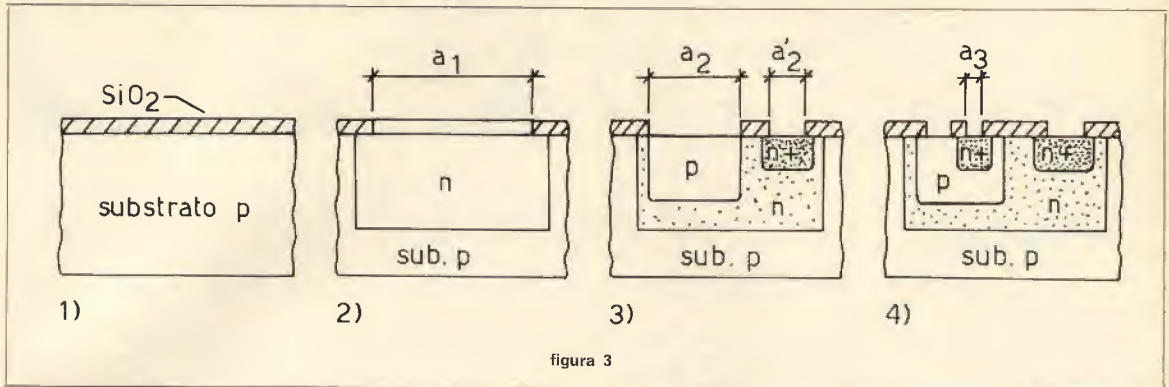

figura 3
- 1) si parte al solito dal substrato ossidato, ad esempio di tipo p , (vedi la sequenza a figura 3);